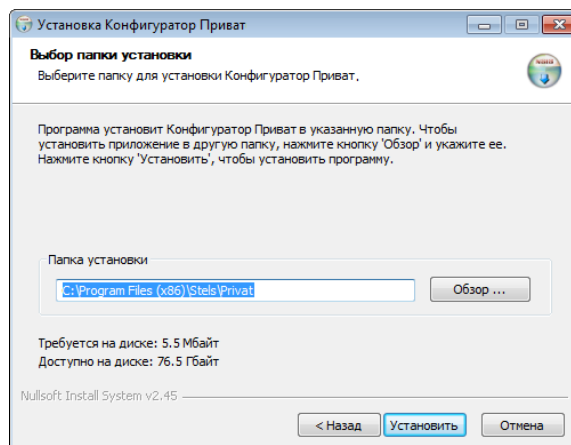

Рис. 4.2. Выбор пути
- 3) В следующем окне (Рис. 4.2) задайте путь к папке установки программы *Конфигуратор Приват* (рекомендуем использовать путь, указанный по умолчанию) и нажмите кнопку *Установить*.